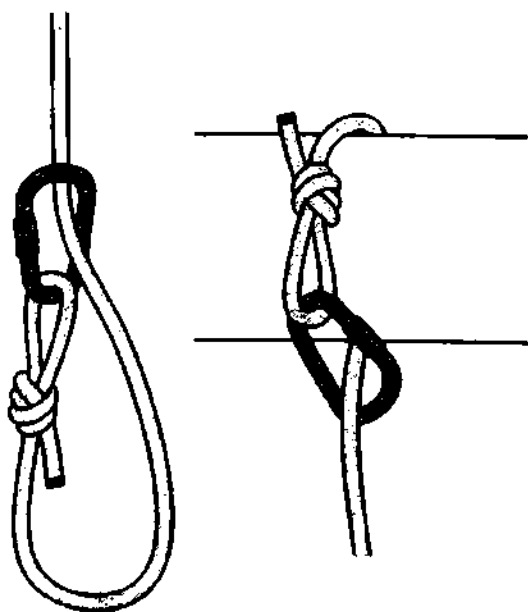

Рис. 352. Карабинная удавка.
*Карабинная удавка* может быть использована в том случае, если верёвку необходимо очень быстро снять с опоры. Узел при этом развязывать не надо – достаточно растегнуть карабин и освободить коренной конец (рис. 352). На ходовом конце верёвки вяжется любая незатягивающаяся петля, например, петля *восьмёрка* или *дубовая петля*. Ходовой конец с петлёй обносится вокруг опоры, после чего карабином пристёгивается к коренному концу.